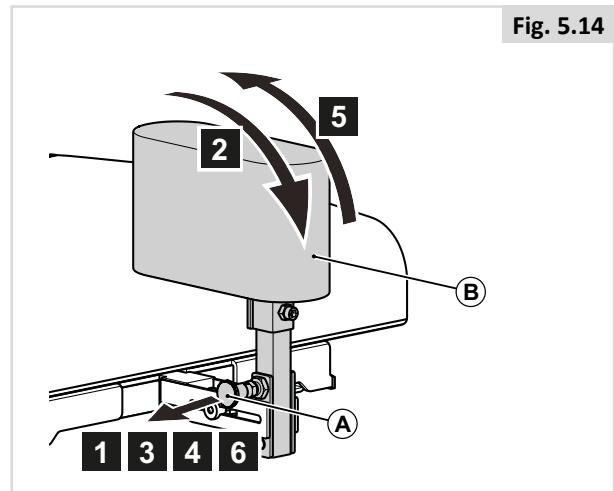

Fig. 5.14
5.9 Abduktionskile (Fig. 5.14)